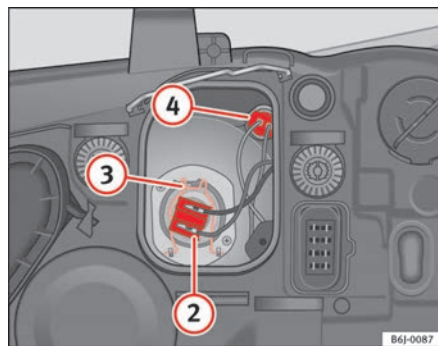

Fig. 147 Luz de presença
- Retire o conector ⇒ fig. 147 (2) da lâmpada.
- Desengate a mola de fixação ⇒ fig. 147 (3) pressionando-a para dentro e para a direita.